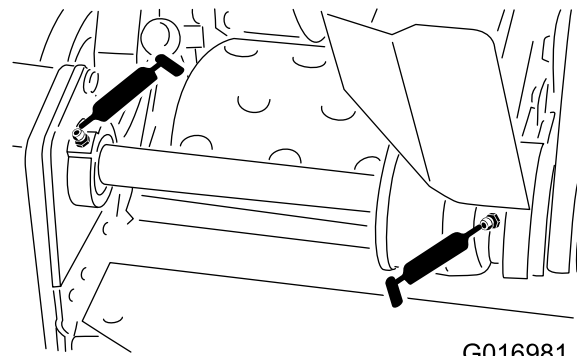

Figure 23
- 2 sur les roulements de l'arbre intermédiaire du cylindre (Figure 23)